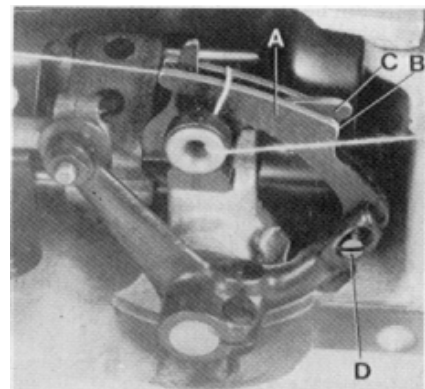

Fig.13
On the two thread double locked stitch styles, the height of the looper thread take-up (A, Fig. 13) is set so, that the cast-off hook (C) forces the looper thread over the corner (B) of the looper thread take-up (A) at the time the point of the descending needle is flush with the lower edge at looper or projects up to 1 mm (.040") below the lower edge of looper.
For setting the looper thread take-up loosen screw (D, Fig. 13).
Bei den Zweifaden-Doppelkettenstichmaschinen wird die Höhe des Greiferfadenaufnehmers (A, Fig. 13) so eingestellt, daß der Greiferfadenabzugshaken (C) den Greiferfaden zu dem Zeitpunkt über die Ecke (B) am Greiferfadenaufnehmer (A) zieht, wenn die Spitze der sich nach unten bewegendes Nadel mit der Unterkante des Greifers bündig ist oder bis zu 1 mm unterhalb der Greiferunterkante steht.
Fädeln Sie den Greiferfaden ein, drehen Sie die Riemenscheibe in Nährichtung und merken Sie sich die Stellung der Nadelspitze zur Greiferunterkante zum Zeitpunkt wo der Greiferfadenabzugshaken (C) den Greiferfaden über die Ecke (B) zieht. Zur Einstellung des Greiferfadenaufnehmers lösen Sie die Schraube (D, Fig. 13).